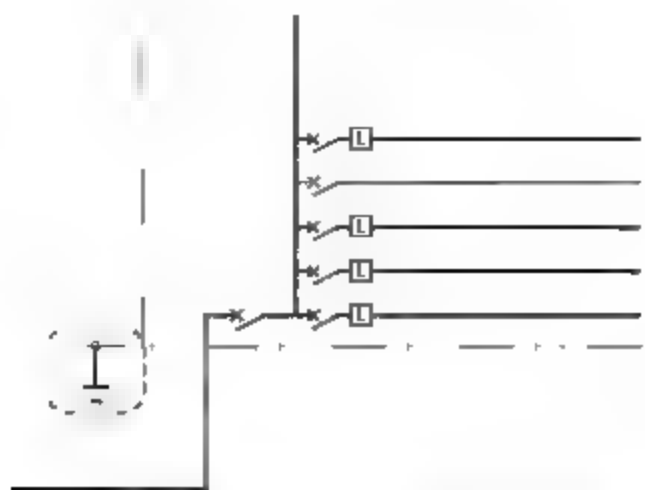

图13-13 绘制连接件
**12** 调用C【圆】命令，绘制半径为65的圆形，表示导体的连接件，结果如图13-13所示。